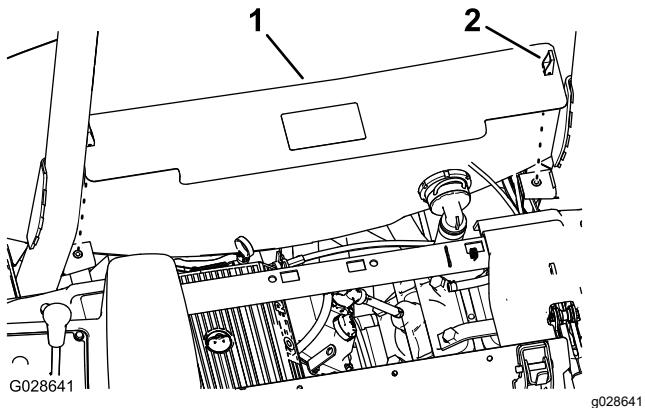

Figura 13
2. Solte os dois trincos que fixam o resguardo atrás do banco ao chassis e retire o resguardo da máquina (Figura 13).